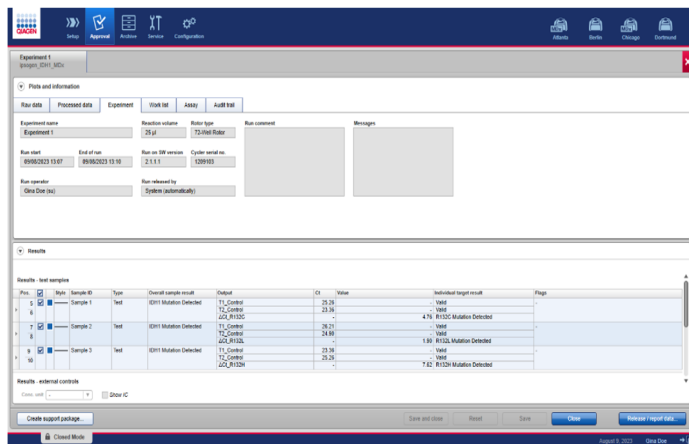

Figure 18. Fenêtre des résultats de l'échantillon.
17. Si les résultats du contrôle de l'échantillon se situent dans une plage acceptable, la colonne « Overall sample result » indiquera soit « No Mutation Detected » (Aucune mutation détectée), soit « IDH1 Mutation Detected » (Mutation IDH1 détectée) (Figure 18). Cela indique que la concentration d'ADN de l'échantillon est adaptée à l'analyse des mutations.